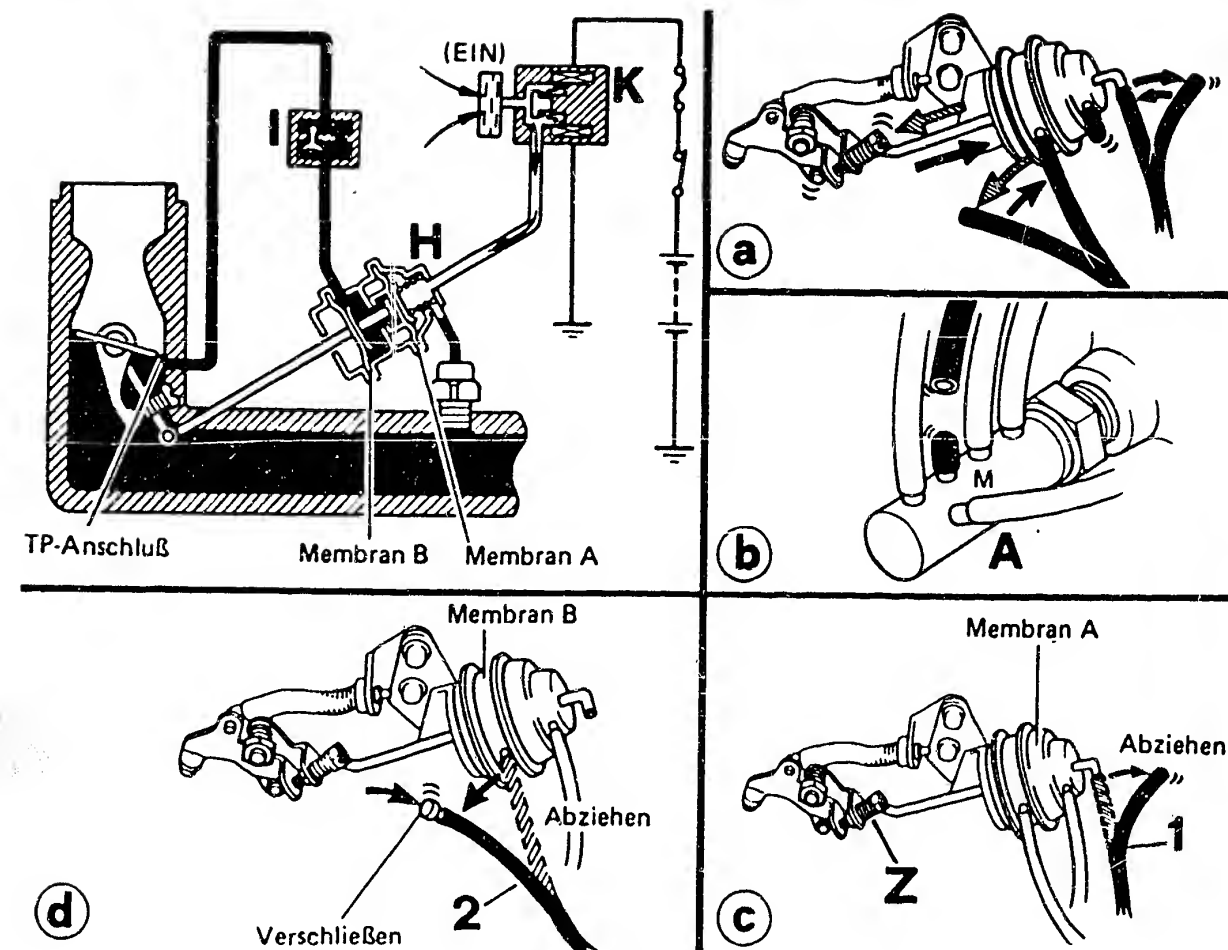

Bild 33 Drosselklappensteller am Motor 4A-C:
d) Die Einstellung der **erhöhten Drehzahlen** des Drosselklappenstellers setzt eine korrekt eingestellte Leerlaufdrehzahl voraus. Durch Abziehen des Schlauches und Verschliessen des Anschlusses am Thermoschaltventil (b Bild 33) ist die Abgasrückführung ausser Funktion zu setzen. Beim Abziehen des Schlauches 1 muss sich die Drehzahl auf 800/min erhöhen; eine Korrekturmöglichkeit gibt die Schraube (c Bild 33). Beim Abziehen und Verschliessen des Schlauches 2 muss die Drehzahl auf 1300/min ansteigen. Nach dem Anschliessen des Schlauches 2 muss sich die Drehzahl innerhalb 2...6s auf den ursprünglichen Wert einregulieren.
d) Der **Drosselklappensteller** dient einerseits der Leerlaufanhebung bei eingeschalteten elektrischen Verbrauchern, andererseits hält er die Drosselklappe im Schiebetrieb und bei plötzlicher Verzögerung leicht geöffnet (Bild 33). Bei normalem Leerlauf werden beide Membranen vom Unterdruck angezogen, sodass die Drosselklappe schließen kann. Beim Einschalten elektrischer Verbraucher wird das Magnetventil K gegen die Atmosphäre hin geöffnet und die Drosselklappe leicht aufgetossen. Bei plötzlicher Verzögerung wirkt der Raum an der Membran B zusammen mit dem Verzögerungsventil I als Schliessdämpfer.